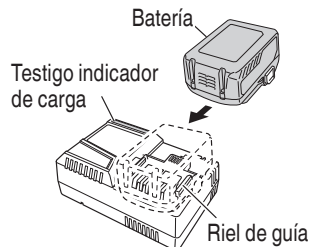

Fig. 9
2. Inserte la batería en el cargador de baterías. Inserte la batería en el cargador de baterías como muestra en la Fig 9.